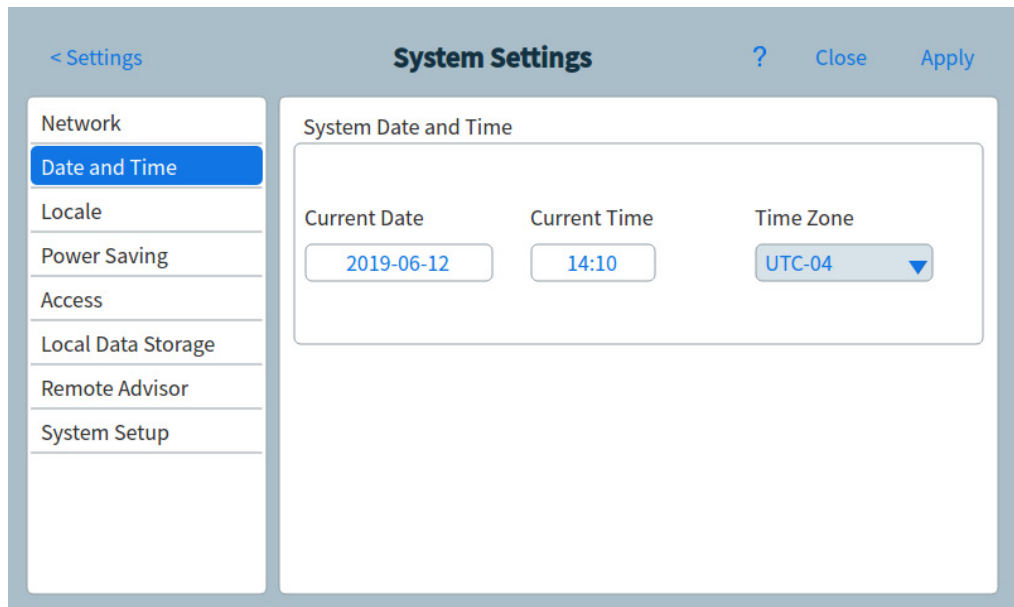

Abb. 42 Seite „Systemeinstellungen“
- 1 Tippen Sie auf der Seite „System Settings“ auf die Seitenauswahlschaltfläche **Date and Time**. Die Seite für Datum und Zeit wird eingeblendet. Siehe Abb. 42.